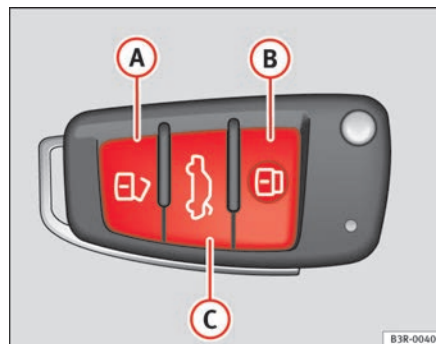

Fig. 76 Chiave con telecomando: Tasti
- Premere il tasto **A** ⇒ fig. 76 per circa 1 secondo. ►